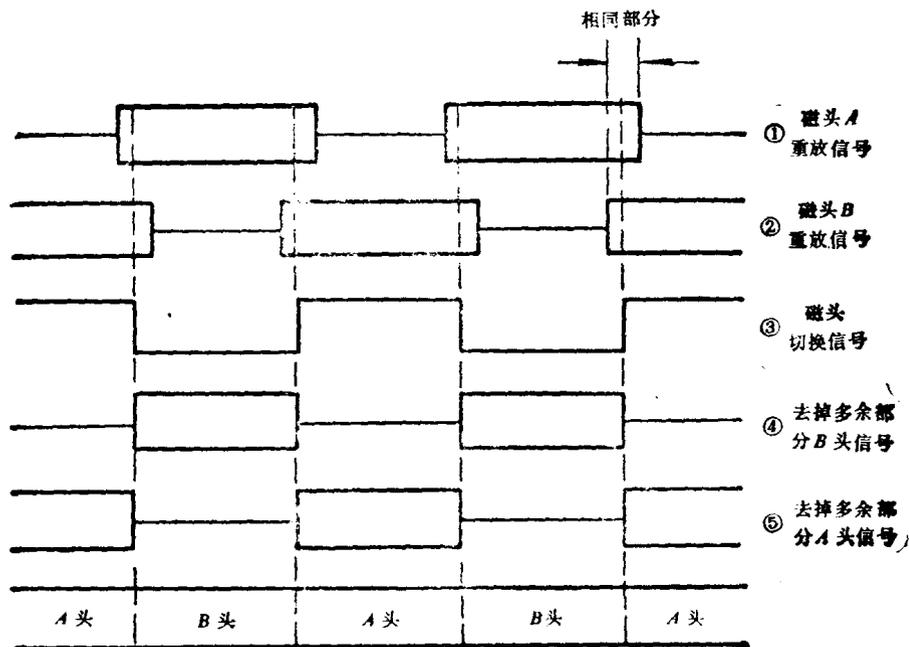

图 2-15 磁头开关切换原理及波形图
磁头开关切换电路的作用是将两个视频磁头轮换拾取到的信号进行连续输出。两个磁头拾取得到的信号分别经前置放大器放大后送入磁头切换开关。因磁带与磁鼓的包角稍大于 $180^\circ$ ，当两个磁头同时与磁带接触时，将各自在相邻两条磁迹的始端和末端记录或重放相同的信号。当两个磁头重放时，信号波形如图2-15的①和②所示，由图可见，其中有重叠部